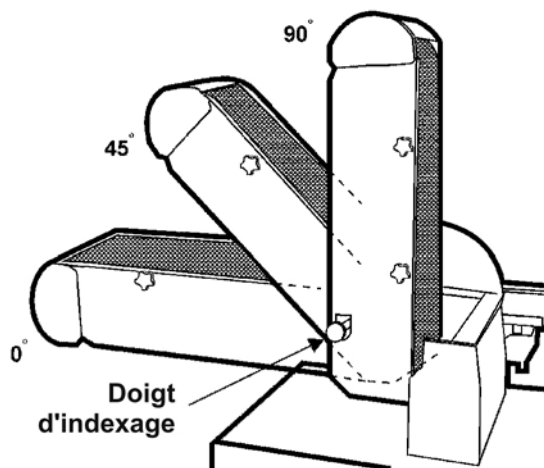

Figure 19
2. Tirez sur le doigt d'indexage (Figure 19) et pivotez le bras de courroie vers la position souhaitée. Puis relâchez le doigt d'indexage.